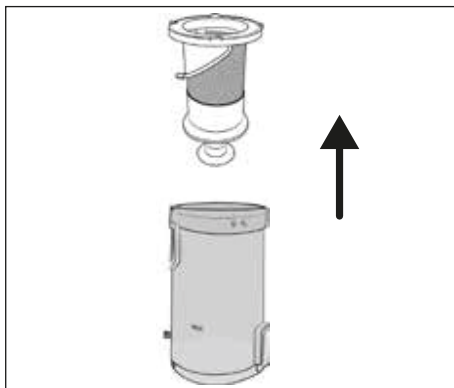

Fig. 21
- 4) Para retirar el filtro de acero inoxidable ⑥ del depósito de polvo ⑦, agarre el filtro de acero inoxidable ⑥ por el orificio y extráigalo del depósito de polvo ⑦ (consulte la fig. 21).